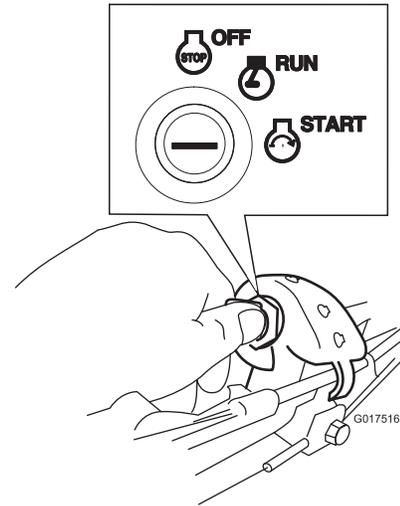

Figure 17
Tournez la clé de contact et maintenez-la à la position de démarrage (Start) (Figure 17); relâchez-la dès que le moteur démarre.
1. Tournez la clé de contact à la position contact (Figure 17).